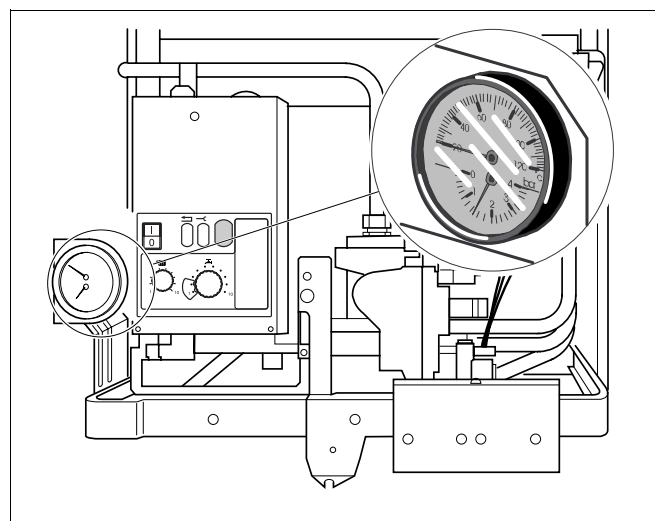

Fig. 14 Manomètre
- Ouvrir lentement le robinet d'eau et remplir l'installation jusqu'à une pression de 1,0 - 1,2 bar (fig. 14).